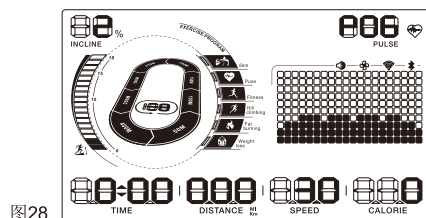

图28
2. 连续按下面板上Training Prog键 ，直至屏幕上出现P06字样。（图28所示）